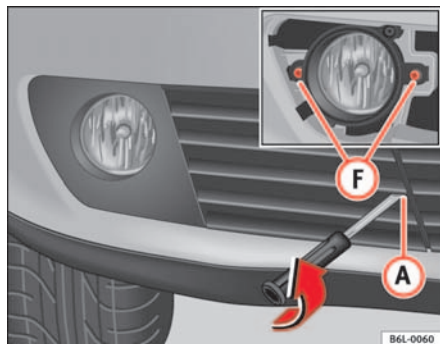

Fig. 148 Faros antiniebla
- Desmonte los dos tornillos de sujeción (F) ⇒ fig. 148 y una vez liberado desenchufe el conector.
- Desmonte la rejilla, extrayendo el tornillo (A) ⇒ fig. 148, tire cuidadosamente de la rejilla por el lado del tornillo y libere la tapa.